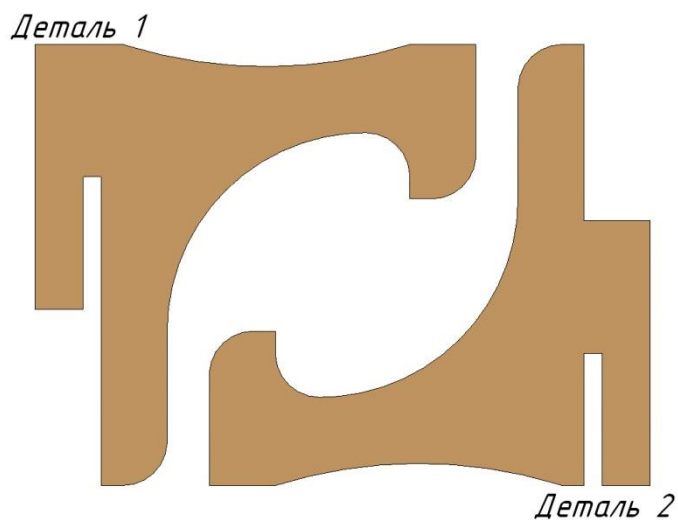

Рис. 3
1. Для экономии материала рекомендуется разметку заготовки делать согласно Рис. 3.